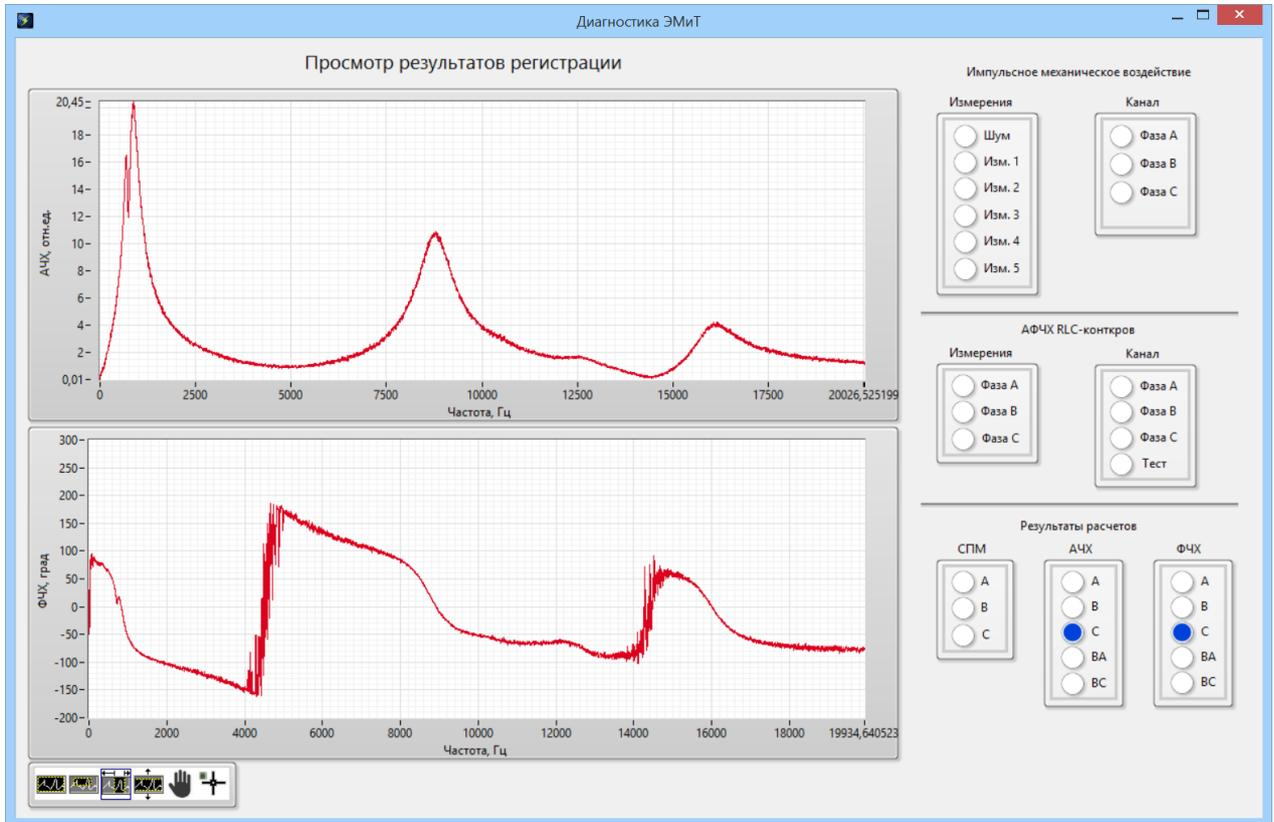

Рис. 23
3.5.14. Переключатели «АЧХ» и «ФЧХ» группы «Результаты расчетов» отображают на графиках амплитудно-частотные и фазо-частотные характеристики RLC-контуров объекта диагностики (рис. 23).